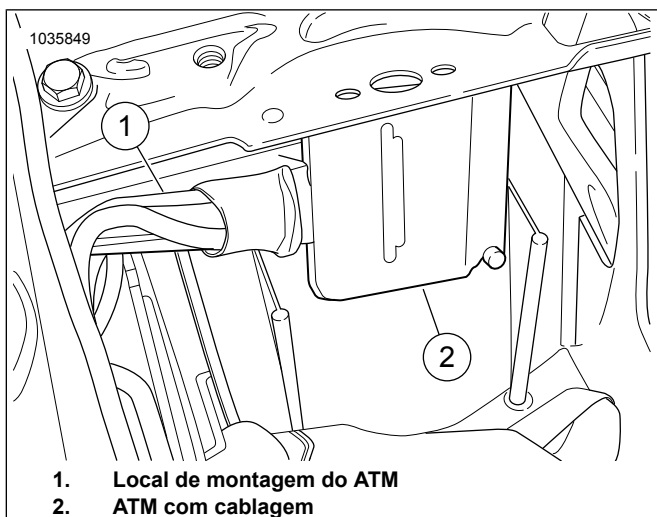

Figura 14. Local de montagem do ATM
13. Ver Figura 14. Limpe a superfície de montagem com uma compressa embebida em álcool. Remova o revestimento da película adesiva e instale a fita dual lock no ATM. Remova o revestimento da película adesiva da fita dual lock e instale o ATM (1) na parte de trás do compartimento da bateria.